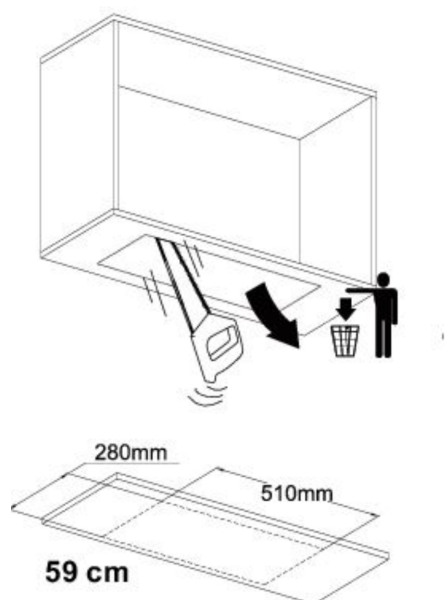

Fig. 8
1. Vær opmærksom på hulmålene Følg anvisningerne: (Fig. 8).